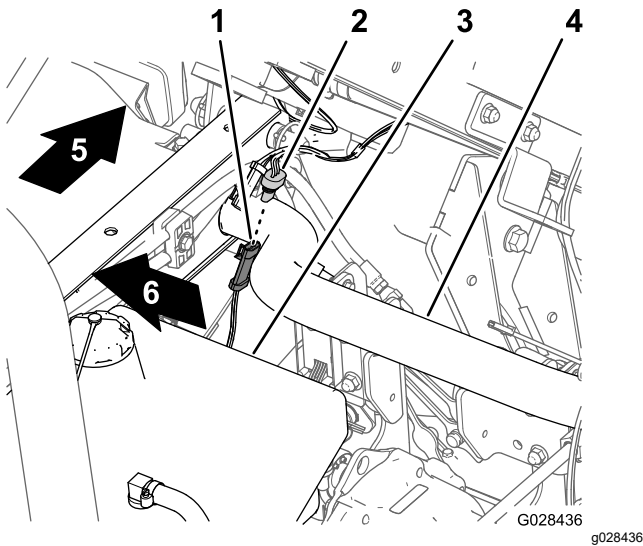

Bild 17
1. Suchen Sie am Kabelbaum des Sprühfahrzeugs den 3-Buchsen-Stecker für den Geschwindigkeitssensor-Schaltkreis (Bild 17).
- Stecken Sie den 3-Stift-Stecker des Kabelbaums der Maschine für den Geschwindigkeitssensor in den 3-Buchsen-Stecker des Sprühfahrzeug-Kabelbaums für den Geschwindigkeitssensor (Bild 17).